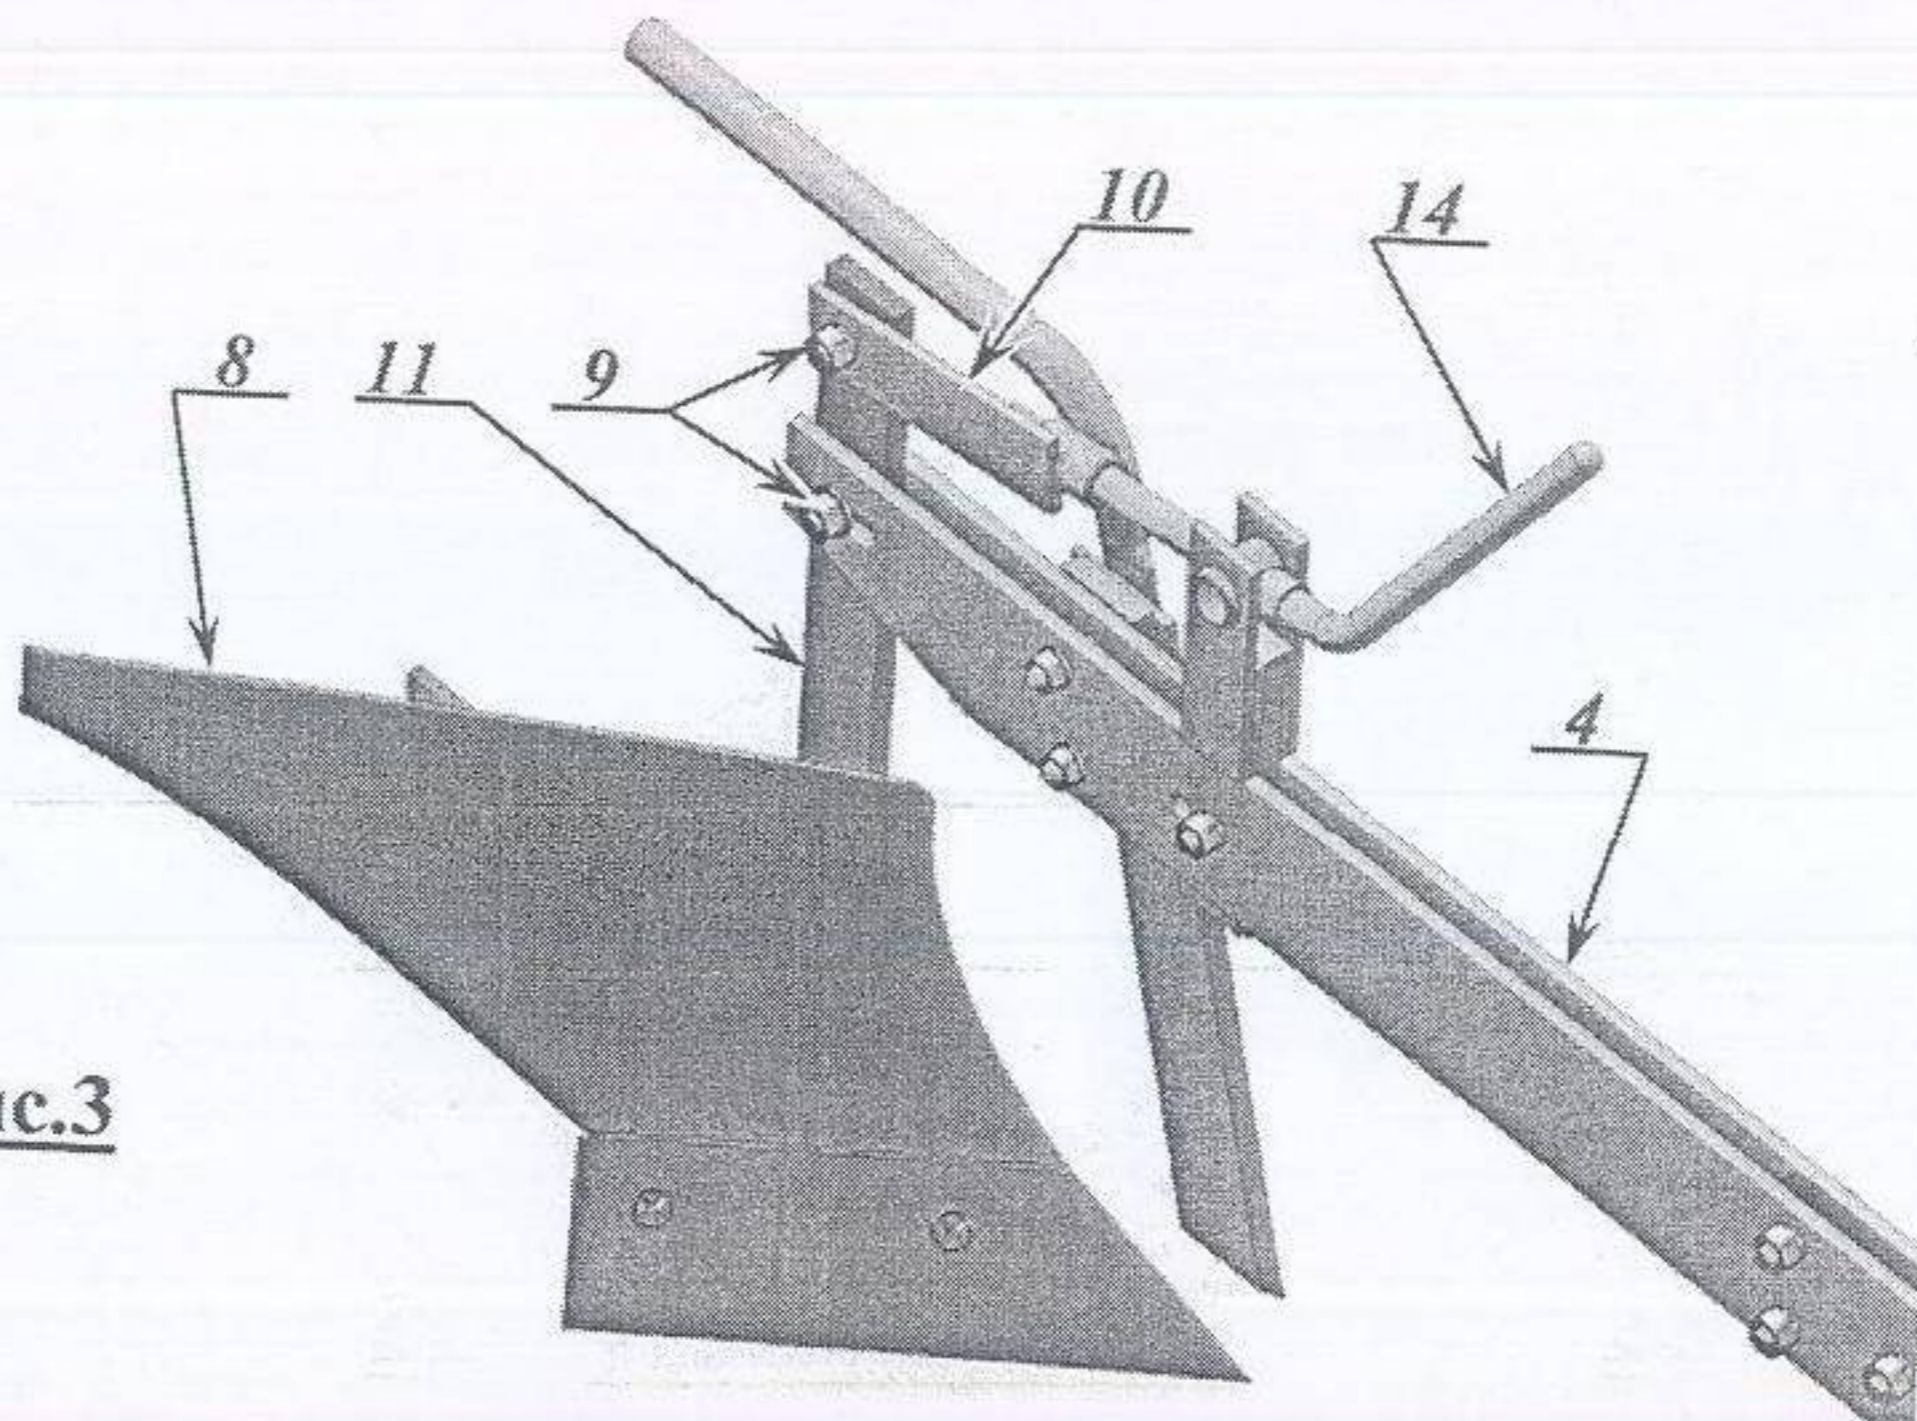

Рис.3
Плуг (8) присоединяется к сцепке (4) при помощи болтовых соединений (9) как показано на рис. 3 и 3а.
Рис.3а